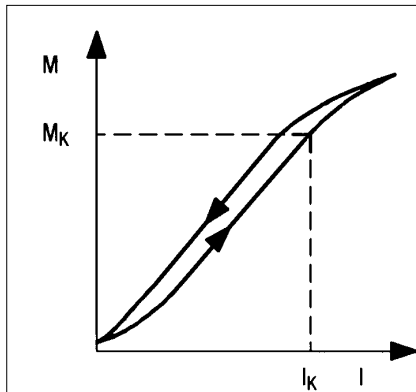

Fig. 2
magneta-Magnetpulverkupplungen Typ 14.502 sind so aufgebaut, daß die Erregerspule im sich drehenden Außenrotor liegt. Zur Stromzuführung benötigt man deshalb Schleifringe. Der Antrieb erfolgt vorzugsweise über den Außenrotor. Zur Verbindung mit dem antreibenden Element sind im Außenrotor in axialer Richtung ausreichend Gewindebohrungen vorhanden. Der Abtrieb erfolgt über den Innenrotor, dessen Hohlwelle mit Paßfedernut versehen ist. An- und Abtrieb können auch umgekehrt erfolgen. Fig. 2 zeigt den Kraftfluß.
The excitation coil of magneta's magnetic particle clutch type 14.502 is installed into the rotating external rotor. For the power supply slip rings are required. Preferably the input operates through the external rotor. For connection to the driving element the external rotor is equipped with sufficiently threaded bores that are axially oriented. The internal rotor provides the output. The hollow shaft has a keyway. Input and output may be effected vice versa. Figure 2 shows the power flow.
Les embrayages à poudre magnétique magneta type 14.502 sont conçus de manière à ce que la bobine d'excitation se trouve dans le rotor extérieur tournant sur lui-même. Pour l'apport de courant, il faut des bagues collectrices. L'entraînement se fait de préférence du rotor extérieur. Pour le raccordement avec l'élément entraînant, des filetages existent en nombre suffisant dans le rotor extérieur sens axial. La réduction se fait par l'intermédiaire du rotor intérieur dont l'arbre creux est pourvu d'une rainure de clavette. L'entraînement et la réduction peuvent se faire dans l'ordre inverse. La fig. 2 montre le flux des forces.
- M linear über dem Erregerstrom einstellbar (Fig. 2)
- M linear adjustable through field voltage (fig. 2)
- M réglable linéairement via le courant d'excitation (fig. 2)